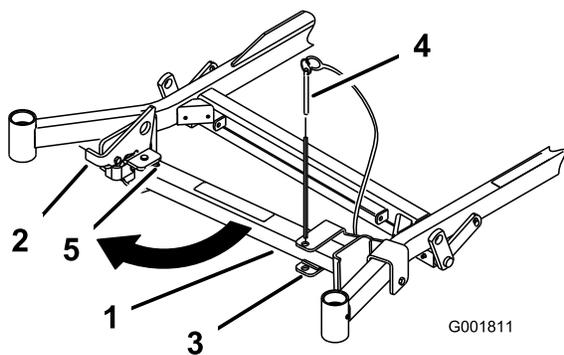
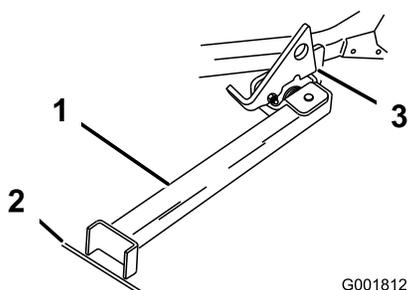

Figure 33
Figure 34
2. Retirez la goupille du support (Figure 33).
- Soulevez le verrou. Dépliez le pied du support et poussez le support vers la machine dans la base de la fente (Figure 33 et Figure 34).
- Posez le pied du support sur le sol et appuyez le verrou sur la languette de pivot (Figure 34).
**Remarque:** Pour obtenir de meilleurs résultats, placez le pied du support dans des fissures du trottoir ou du gazon (Figure 34).
- Montez la machine sur le support. Arrêtez-vous quand le verrou retombe sur la languette en position verrouillée (Figure 34). Une fois la machine en place sur le support, serrez le frein de stationnement et coupez le moteur.
- Ramenez le support à sa position de repos (Figure 33).